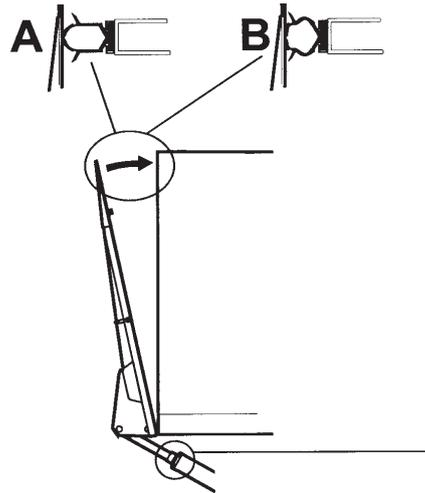
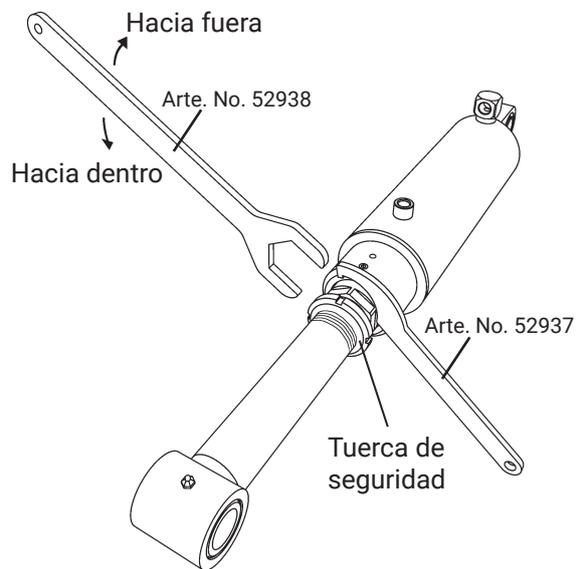

Imagen 34. Ajuste de apoyo contra la carrocería
Imagen 35. Ajuste del ángulo de basculamiento
5. Aflojar la contratuerca, como muestra la Imagen 35 (herramienta Zepro 52937).
6. Girar la llave de ajuste (boca de 41 mm), como muestra la Imagen 35 (herramienta Zepro 52938), de modo que el puente de elevación toque justo la carrocería, como muestra la Imagen 34 A.
8. Aflojar la contratuerca, como muestra la Imagen 35.
9. Girar la llave de ajuste, como muestra la Imagen 35, de modo que el cilindro del brazo segundo coincida con la sujeción del puente de elevación, como muestra la Imagen 34 A.
10. Ajustar después ambos cilindros el último tramo alternativamente de modo que el puente se apoye contra la carrocería como muestra la Imagen 34 B.